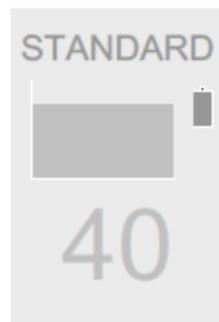

Figure 2
3. Lorsque la batterie est totalement chargée, un témoin s'affiche sur l'écran de la pièce à main pour indiquer un niveau de charge plein. Se référer à la figure 2.